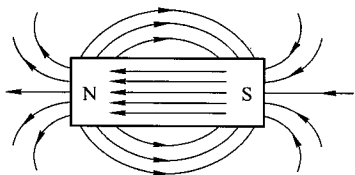
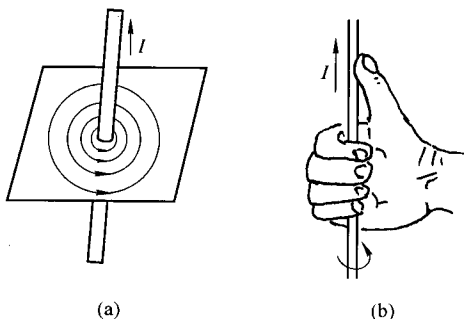
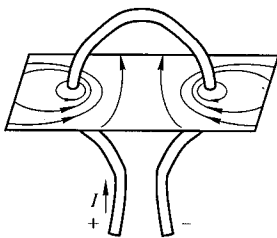

图 1-16 条形磁铁的磁感应线
图 1-17 直流电流的磁场
图 1-18 环形电流的磁场
- ① 磁感应线是永不相交的闭合回路,在磁体外部由 N 极指向 S 极,在磁体内部由 S 极回到 N 极。
- ② 用磁感应线的疏密程度描述磁场的强弱。
- ③ 磁感应线上任意一点的切线方向就是该点的磁场方向。图 1-16 表示条形磁体的磁感应线。
(2) 电流的磁效应 电流通过导线时,在导线周围就会产生磁场,这种现象就叫做电流的磁效应。
① 直流电流的磁场。图 1-17(a) 是表示直流电流的磁场中的磁感应线图。确定直流电流的磁场中的磁感应线方向跟电流方向的关系应用右手螺旋定则,如图 1-17(b) 所示。以右手拇指的指向表示电流方向,四指的指向为磁场方向。
② 环形电流的磁场。图 1-18 是表示环形电流的磁场中的磁感应线图。可以用图 1-17(b) 的右手螺旋定则来确定磁感应线的方向。